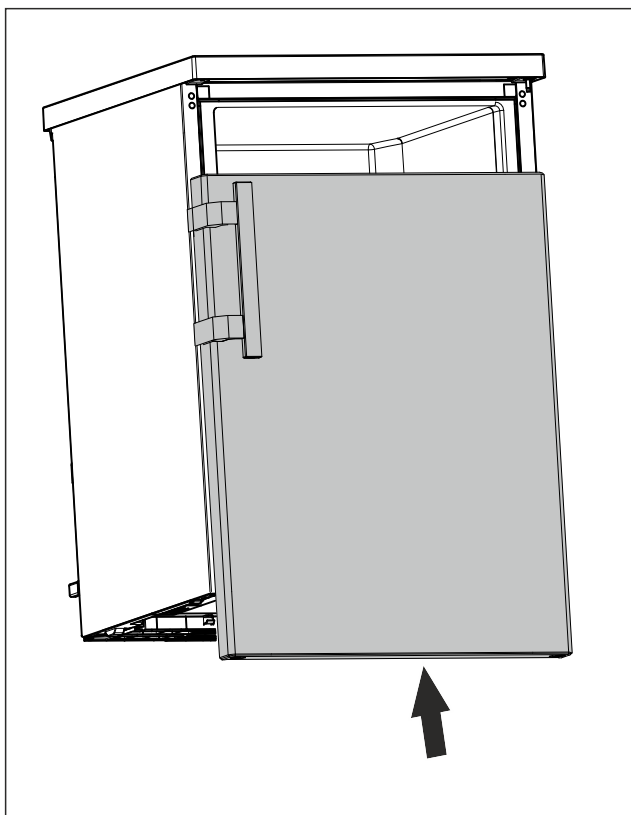

Fig. 23
- ▶ Плъзнете вратата върху горния болт, когато е затворена. (виж Fig. 23)